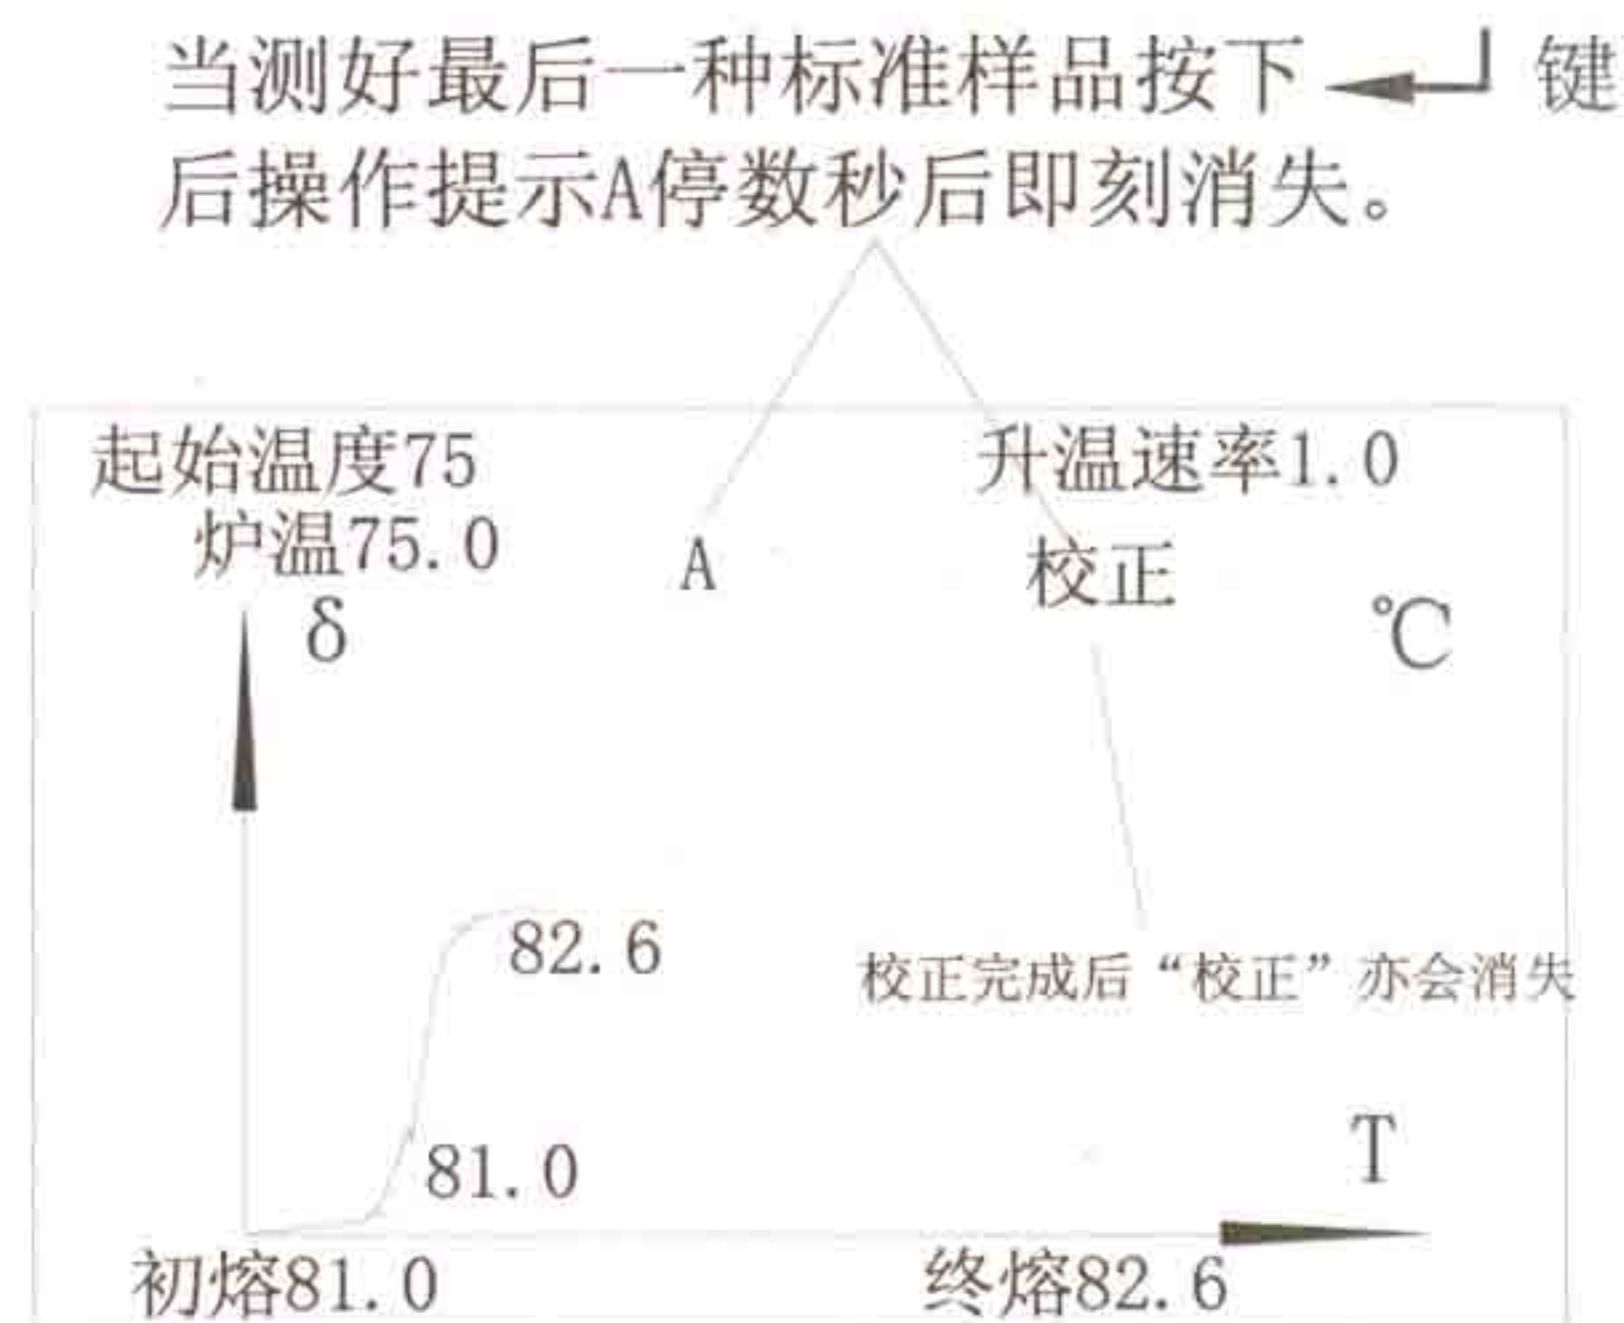

图 15
- 注：① 校正时可以不管样品终熔点的准确性，而只要关注样品的重复性即如果样品的重复性很好，而熔点不在允许的范围内亦可认为本次测量有效而选择 OK，按“ \leftarrow ”键；
- ② OK 与 C 的选择非常关键，将直接关系到校正成功与否，甚至导致仪器不能正常工作，如果用户认为本次测量有效而按了“ \leftarrow ”键，则不可再次测量该样品，而应该测量下一标准样品；只有用户认为本次测量无效而按了“清除”键，才可以再次测量该样品，直到测量有效而按了“ \leftarrow ”键为止；
- ③ 用户输入了几个终熔温度，就必须测量几种标准样品。当最后一种标准样品被确认有效后而按下“ \leftarrow ”键，则操作提示处将显示“A”，表示仪器进入校正状态，待“A”消失后即为校正结束（见图 15），用户可用标准样品进行检验。